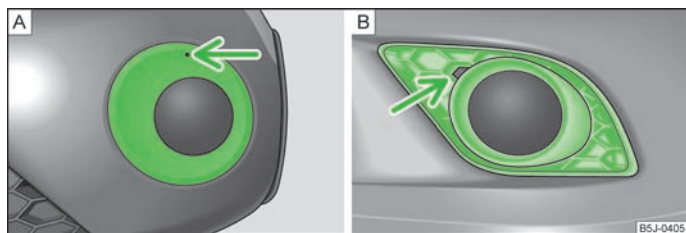

Fig. 151 Pára-choques dianteiro: Fabia Scout / Fabia RS
- » Na abertura por cima do farol de nevoeiro » Fig. 151 - **A** (Fabia Scout) introduza o gancho » **Página 163, Ferramentas de bordo** e retire a capa.
- » Introduza um dedo na abertura ao lado do farol de nevoeiro » Fig. 151 - **B** (Fabia RS) e retire a capa.